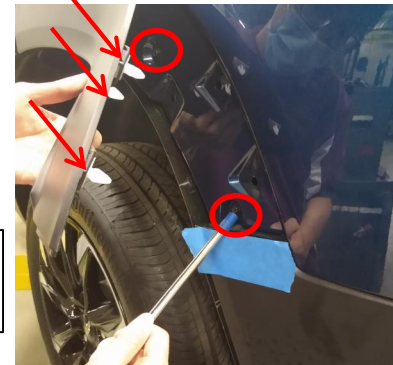

Figure 2
- 1. Retirer les feux arrière** – Ouvrir le hayon. Pour retirer le couvercle de plastique près du feu arrière, utiliser un tournevis étoilé T15 et retirer deux (2) vis qui fixent le couvercle sur le logement de feu arrière, des deux côtés. Enlever le feu arrière en tirant avec précaution vers l'arrière. Débrancher le câblage et mettre le feu arrière de côté, des deux côtés.
b.) Retirer une (1) vis située sur le bord inférieur extérieur du carénage de pare-chocs arrière près du passage de roue. Des deux côtés.
c.) Les vis à retirer se trouvent sur l'intérieur du passage de roue arrière. À l'aide d'un tournevis étoilé T15, retirez trois (3) vis. Des deux côtés.
d.) La vis à retirer se trouve en dessous du feu arrière. À l'aide d'un tournevis étoilé T20, retirez une (1) vis. Des deux côtés.
e.) À l'aide d'un outil d'extraction de garniture en plastique, en débutant aux extrémités extérieures près du passage de roue, retirez partiellement le carénage en tirant avec soin vers l'arrière tout en libérant les attaches qui fixent la partie inférieure de la garniture de passage de roue. Ne pas retirer la partie supérieure de la garniture de passage de roue car sa réinstallation sera incorrecte. **Voir la figure 2**
f.) À l'aide d'une douille hexagonale M7, en tirant vers l'arrière sur la garniture de passage de roue, retirez (2) vis des deux côtés. **Voir la figure 2**
2e.) À l'aide d'un outil d'extraction de garniture en plastique, en débutant aux extrémités extérieures près du passage de roue, retirer partiellement le carénage en tirant avec soin vers l'arrière tout en libérant les attaches qui fixent la partie inférieure de la garniture de passage de roue. Ne pas retirer la partie supérieure de la garniture de passage de roue car sa réinstallation sera incorrecte. **Voir la figure 2**
2f.) À l'aide d'une douille hexagonale M7, en tirant vers l'arrière sur la garniture de passage de roue, retirer (2) vis des deux côtés. Voir la figure 2